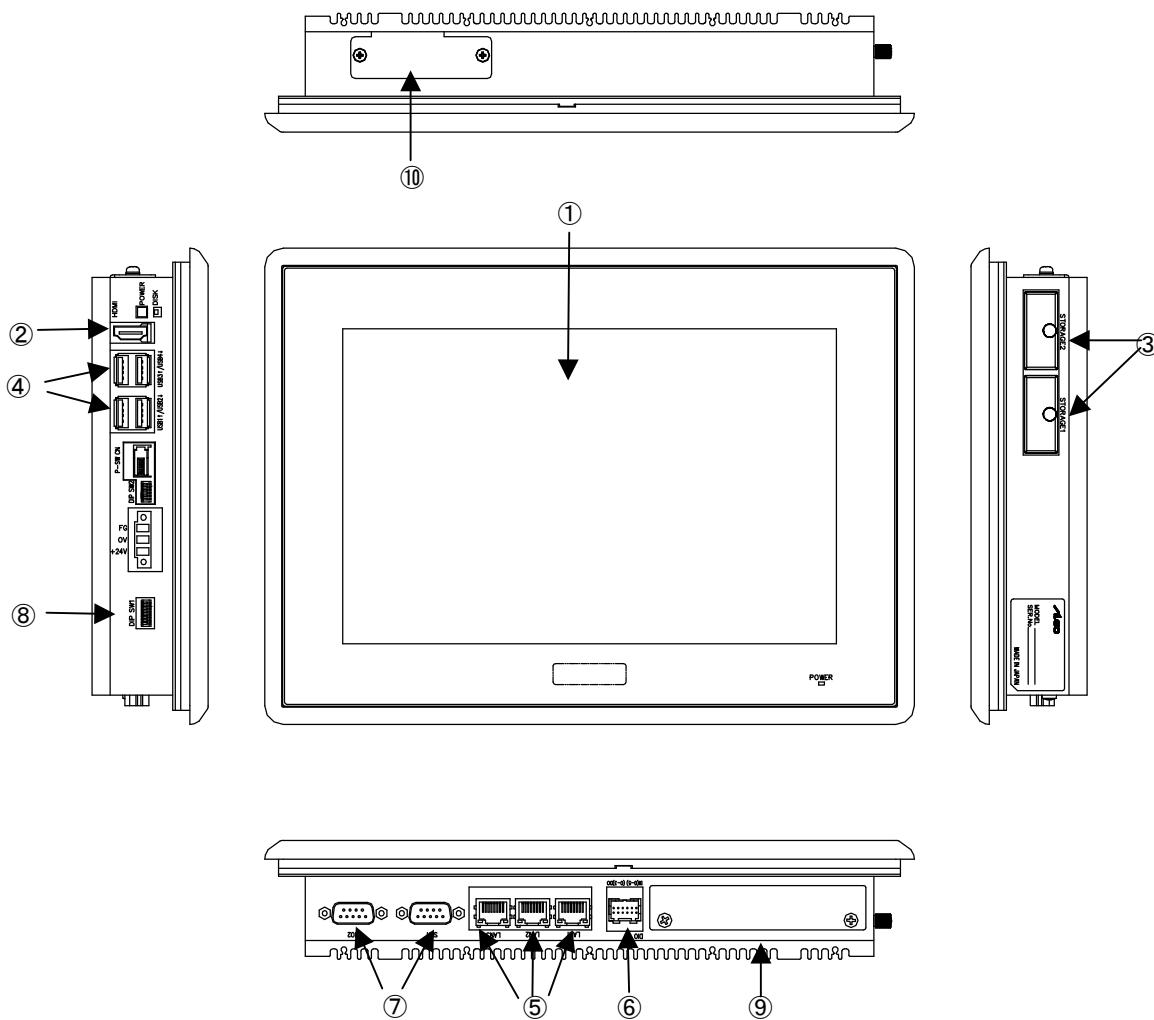

図3-1-1. 外形図 (AP4-101AN)
APシリーズの例として、AP4-101ANの外形図を図3-1-1に示します。各部名称を表3-1-1に示します。
COM1	SI01(図3-1-1⑦) アプリケーションでシリアル通信に使用できます。 シリアルポート設定スイッチと組込みシステム機能のシリアルコントロール機能を使用することで、RS-232C/422/485を切替えることができます。
COM2	SI02(図3-1-1⑦) アプリケーションでシリアル通信に使用できます。 シリアルポート設定スイッチと組込みシステム機能のシリアルコントロール機能を使用することで、RS-232C/422/485を切替えることができます。
ローカルエリア接続	LAN1 (図 3-1-1 ⑤)：1000BASE Ethernet
ローカルエリア接続 2	LAN2 (図 3-1-1 ⑤)：1000BASE Ethernet
ローカルエリア接続 3	LAN3 (図 3-1-1 ⑤)：1000BASE Ethernet
汎用入出力	汎用の入出力です。 入力6点、出力4点を制御できます。 (図3-1-1 ⑥)
バックアップバッテリモニタ	BIOS設定、RTC、外部RTC、SRAMに使用されるバックアップバッテリ(図3-1-1 ⑩)の状態を取得することができます。
内蔵拡張インターフェース	オプションの専用拡張基板を接続できます。(図3-1-1 ⑨)